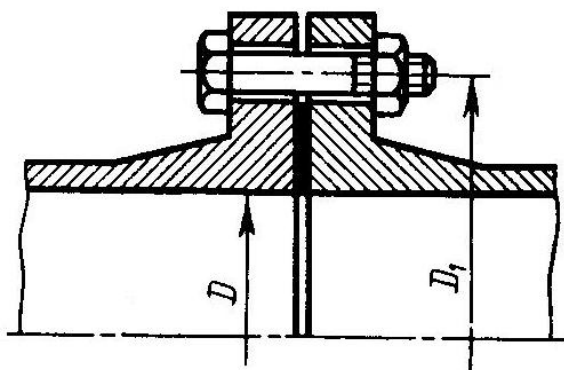

Рис. 20
1. Рассчитать болты фланцевого соединения водопроводных труб (рис. 20). Давление воды внутри труб по манометру  $p$ , диаметр труб  $D$  и диаметр окружности центров болтов  $D_1$  приведены в табл. 19. Недостающими данными задаться.